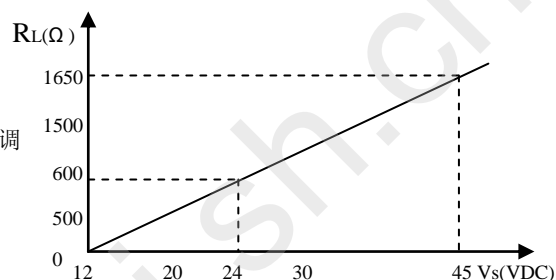

图2
- 供电电源：12~45V DC，一般为24V DC（见图2负载特性）
- 负载特性：与供电电源有关，在某一电源电压是带负载能力见图2，负载阻抗 R_L 与电源电压 V_s 关系式： $R_L \leq 50(V_s - 12)$